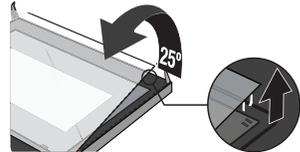

Figure 4
4. Séparez soigneusement la vitre en la soulevant d'environ 25°. (Figure 4)